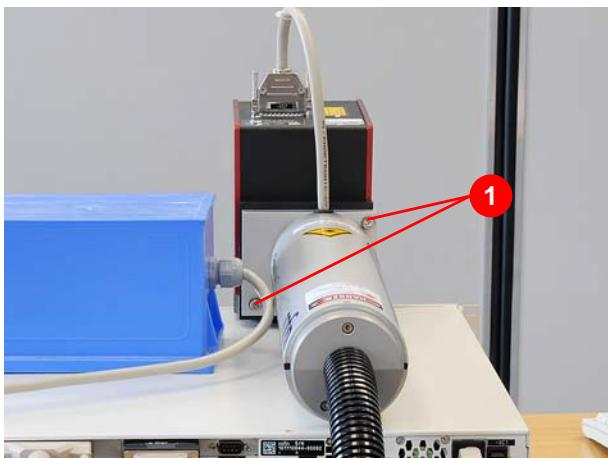

Abbildung 8.2 Galvokopf demontieren
2. Befestigungsschrauben (1) (Abbildung 8.2) lösen.